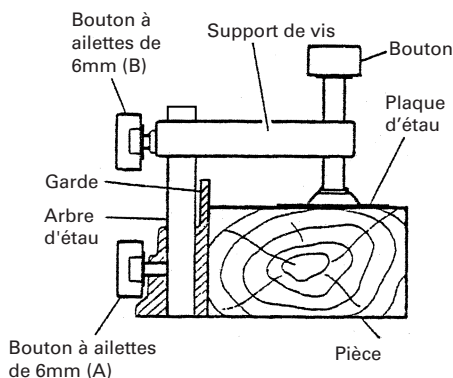

Fig. 25
- (1) L'ensemble d'étau se monte soit sur la garde gauche (garde (B)), soit sur la garde droite (garde (A)), en desserrant le boulon à ailettes de 6mm (A).
- (2) Le support de vis se relève ou s'abaisse en fonction de la hauteur de la pièce en desserrant le boulon à ailettes de 6mm (B). Après le réglage, resserrer fermement le boulon à ailettes de 6mm (B) et fixer le support de vis.
- (3) Tourner le bouton supérieur et fixer solidement la pièce en place (Fig. 25).